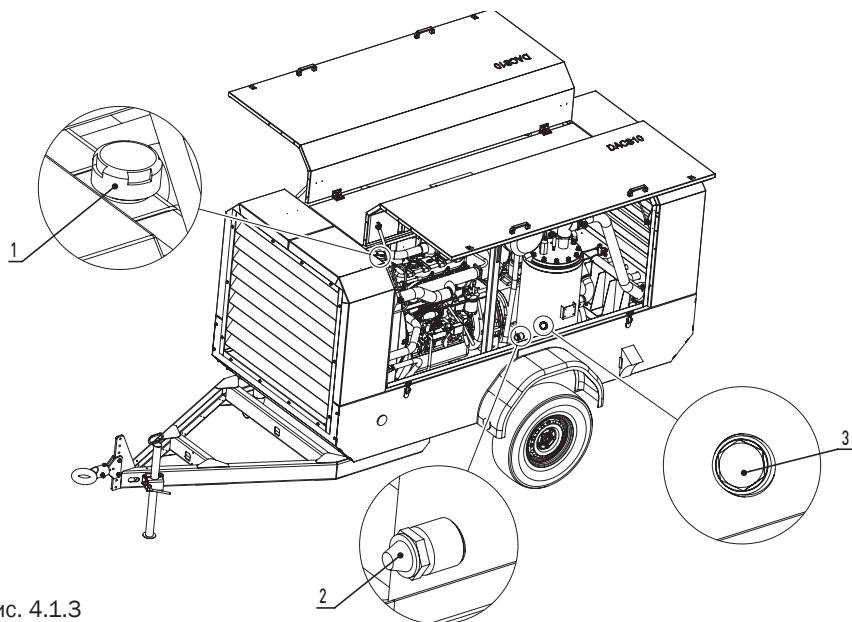

Рис. 4.1.3
7. Проверьте уровень охлаждающей жидкости в расширительном бачке и при необходимости долейте Рис.4.1.3 поз.1.
Уровень масла в компрессоре проверяется при остановленном компрессоре визуальным осмотром индикатора уровня масла (рис. 4.1.3).
Уровень смазочно-охлаждающей жидкости (СОЖ) в бачке расширительном проверяется при остановленном компрессоре визуальным осмотром (рис. 4.1.3). Уровень СОЖ в бачке должен быть между отметками MIN и MAX. Если уровень СОЖ ниже отметки MIN, произведите доливку СОЖ в бачок.